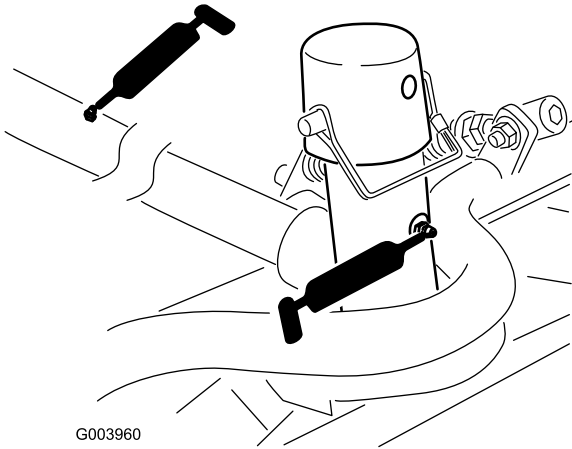

**Bild 105**
- Hubarmzylinder des Mähwerks (2) (Bild 105)
- Hubarmgelenke (1) (Bild 105)